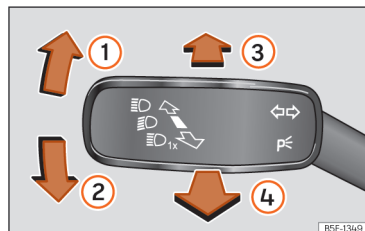

Fig. 72 Manípulo dos indicadores de mudança de direção e dos máximos.
- A partir da posição base, pressione para a frente o manípulo dos indicadores de mudança de direção e de máximos »» **Fig. 72 (3)**.
- **OU:** se o assistente de máximos estiver ligado, puxe para trás o manípulo dos indicadores de mudança de direção e de máximos »» **Fig. 72 (4)**.